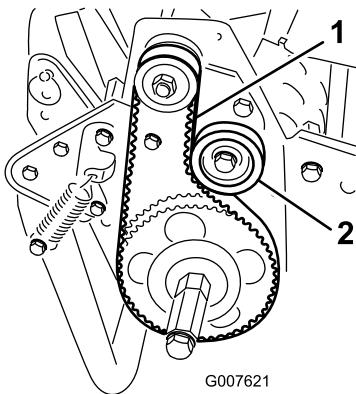

Figura 44
2. Compruebe la tensión presionando la correa en el punto intermedio entre las poleas (Figura 44) con una fuerza de 18 a 22 N.
A. Afloje la tuerca de montaje de la polea tensora y pírote la polea tensora en sentido horario contra la parte trasera de la correa, hasta obtener la tensión deseada (Figura 44).